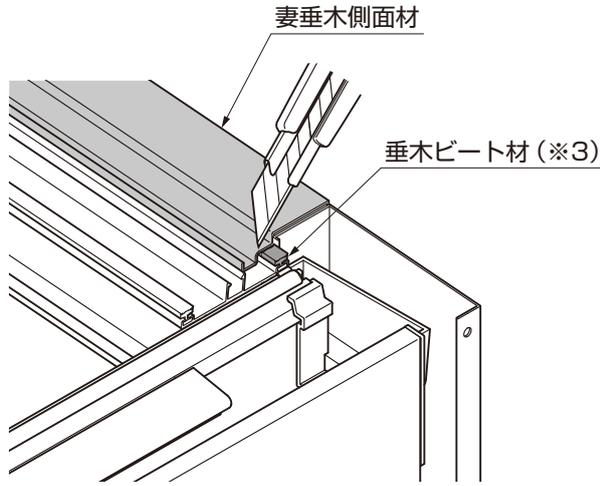

図6-14 A部詳細図
- 妻垂木側面材を固定後に、※3の部分の垂木ビート材をカッターなどで切断してください。(図6-14参照)